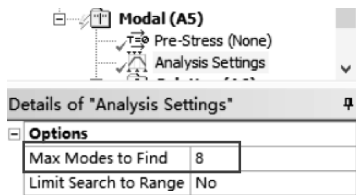

图 4-6 模态阶数设置
(3) 在导航树里单击【Analysis Settings】→【Details of “Analysis Settings”】→【Options】→【Max Modes to Find】=8，其他默认，如图 4-6 所示。